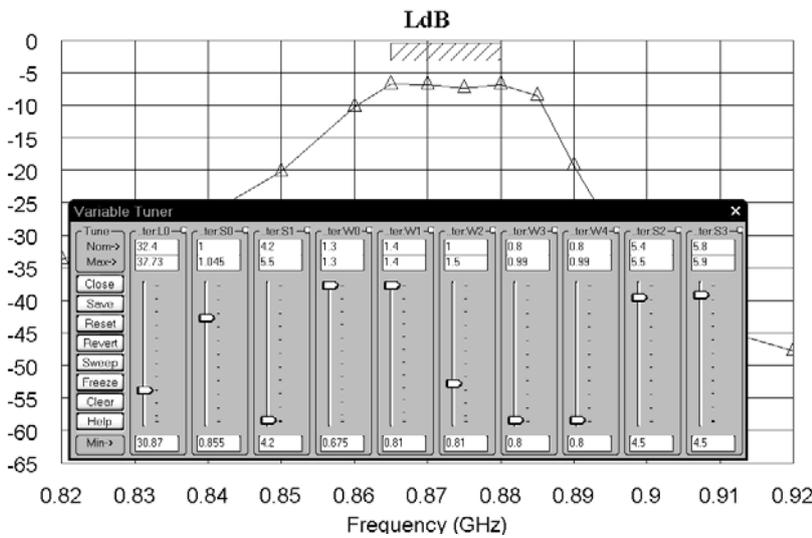

Рис. 3.142
3. Щёлкните по значку **Tune** на панели инструментов. Двигая движки переменных на блоке настройки, добейтесь приемлемой характеристики (рис.3.142). В результате настройки переменные получили следующие значения: $L0=32.4$, $S0=1$, $S1=4.2$, $S2=5.4$, $S3=5.8$, $W0=1.3$, $W1=1.4$, $W2=1.0$, $W3=0.8$, и $W4=0.8$.